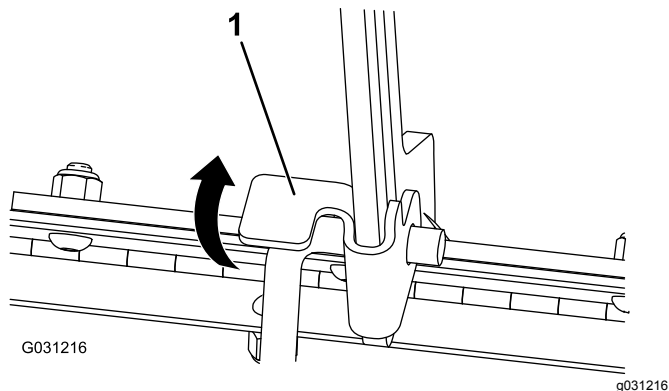

Рисунок 33
1. Приподнимите лапку, которая крепит опорную штангу (Рисунок 33)